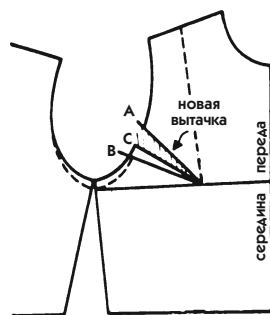

Рис. 493
1. Возьмите копию переда базового лекала лифа и переведите верхнюю вытачку в линию проймы, как указано на рис. 493 (от засечки А до засечки В).
2. Уменьшите на 2—2,5 см величину расхода верхней вытачки и заштрихуйте новую вытачку (от С до А) во избежание ошибки (см. рис. 493).
3. Чтобы компенсировать удлинение проймы, поднимите ее на 1 см в нижней части и сделайте то же самое для спинки (рис. 493, сплошная линия).
3. Исправьте нижнюю часть проймы, подняв ее на 0,5—2 см в соответствии с пояснениями, данными к рис. 493. Сделайте то же самое для спинки.